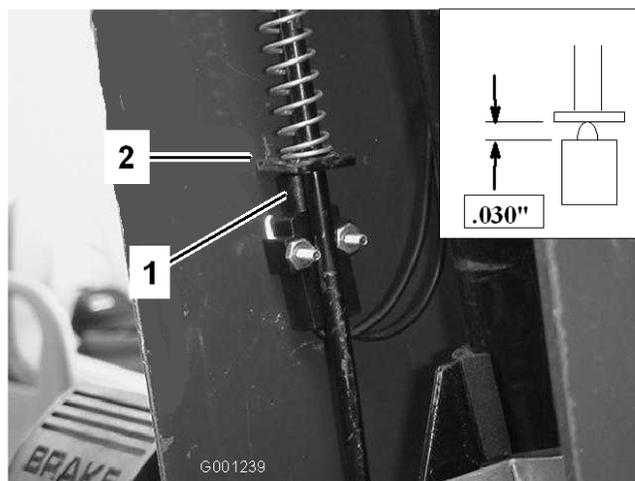

図 60
3. カバーを上をスライドさせて駐車ブレーキ・スイッチを露出させる（図 60）。
5. 駐車ブレーキのロッドのパドルとスイッチのプランジャとを整列させる（図 60）。
6. 駐車ブレーキ・ロッドを押し下げ、スイッチが押し上げられてプランジャが圧縮された時のプランジャの長さを 0.8 mm とする（図 60, inset）。これが、プランジャのハウジングの上端からパドルの表面までの距離となる。